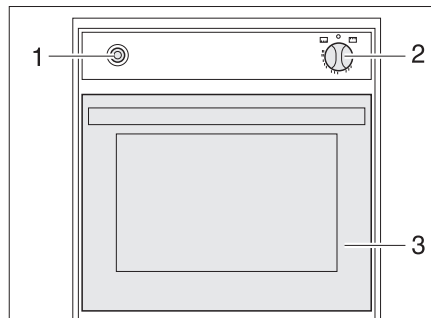

Bild 222 Gasbackofen (Spinflo)
- Backofenklappe (Bild 222,3) ganz öffnen.
- Drehregler (Bild 222,2) leicht drücken und auf "🔥" (Backofen) oder "GRILL" stellen.
- Drehregler (Bild 222,2) drücken und 5 bis 10 Sekunden lang gedrückt halten. Es strömt Gas zum Brenner.
- Zündschalter (Bild 222,1) so oft drücken, bis die Flamme brennt.
- Drehregler (Bild 222,2) auf "0" drehen. Die Flamme erlischt.